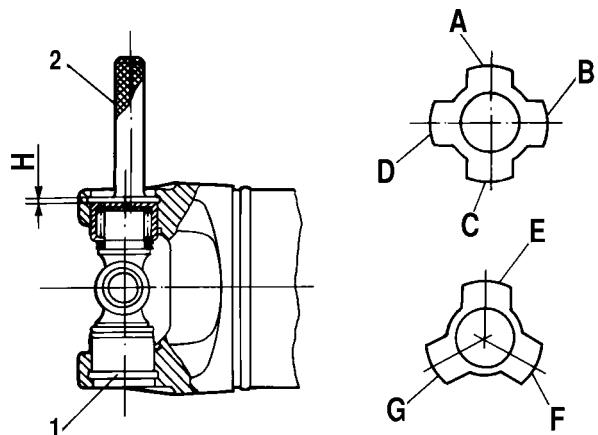

Рис. 3-49. Сборка карданного шарнира:
- удалив старую загустевшую смазку, смажьте внутреннюю поверхность корпусов подшипников смазкой № 158 или Фиол-2У (0,8–1,2 г на каждый подшипник). Шипы крестовины покрывать смазкой не следует, чтобы не образовалась воздушная подушка при сборке. Вставьте крестовину в отверстия вилок. Запрессуйте в одно отверстие вилки подшипник и установите в проточку вилки стопорное кольцо 1 (рис. 3-49) толщиной 1,56 мм. Запрессуйте подшипник в другое отверстие вилки до упора противолежащего подшипника в торец стопорного кольца. Усилие запрессовки не должно превышать 15000 Н (1500 кгс).